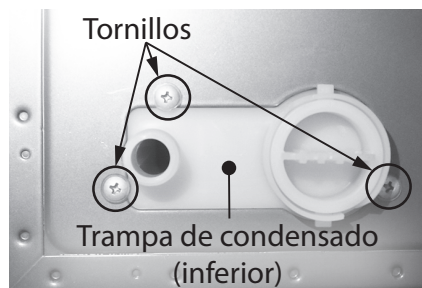

Figura 199 - Ubicación de los tornillos de la trampa de condensado.
7 El drenaje de la trampa de condensado se encuentra bajo el calentador de agua (consulte la Figura 199). Desconecte la tubería de drenaje al drenaje de condensado de plástico. Coloque una cubeta o bandeja debajo para recolectar el agua durante el retiro.
12 Ubique los tres (3) tornillos bajo el calentador de agua que fijan la trampa de condensado. Consulte la Figura 199. Use un destornillador Phillips para retirar los tornillos. Deje los